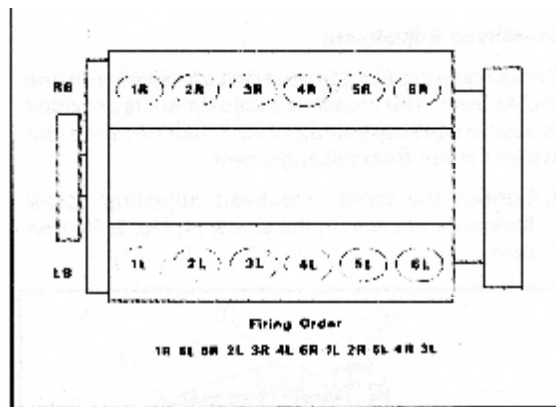

Рис. 2-57. (K21916) Расположение цилиндров и последовательность зажигания – КТ/КТА30.
**Примечание:** инжекторы, крестовины и клапаны отрегулированы на одинаковые параметры. Рис. 2-57 и 2-58.
После проведения настройки хода плунжера, крестовины и клапана проверните двигатель по направлению вращения до появления следующей метки и совмещения ее с риской на кожухе маховика или стрелкой на крышке коробки передач. См. Рис. 2-57 и 2-58 – расположение цилиндров и порядок зажигания.